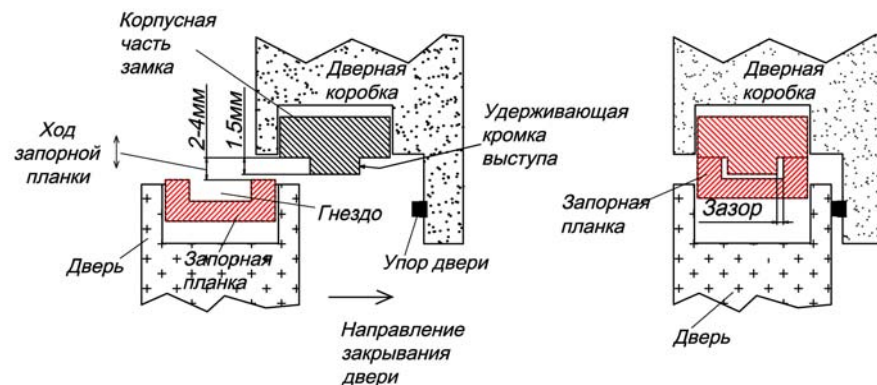

Рис.5
5.4 В закрытом положении двери между рабочими кромками на удерживающем выступе и в гнезде должен сохраняться гарантированный ЗАЗОР. При этом подвижная пластина якоря не должна защемляться из-за влияния уплотнения двери, деформации дверного полотна, неточной навески петель и других факторов создающих «отдачу» двери при закрывании (рис.5).